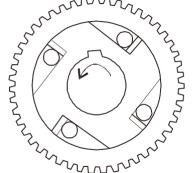

Abb. 2-1
1. Man muss daran denken, dass die Teile an den richtigen Stellen montiert und die in der Abb. 2-1 dargestellten Bolzen geschmiert werden.